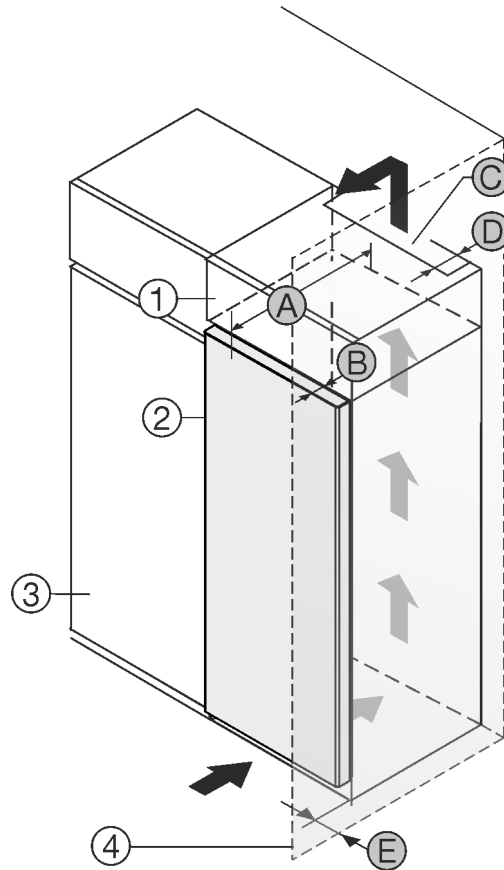

Fig. 1
Aparat lahko postavite neposredno ob kuhinjsko omaro Fig. 1 (3)\*
Na zadnji strani nadgradne omare mora biti zaradi prezračevanja in odzračevanja po vsej širini nadgradne omare prezračevalni jašek globine Fig. 1 (D)\*
Pod stropom je treba upoštevati presek prezračevanja Fig. 1 (C)\*
Če aparat postavite s tečajji ob steni Fig. 1 (4), mora razdalja med aparatom in steno znašati vsaj 13 mm \*
Da lahko vrata povsem odprete, mora aparat štrleti ven vsaj za globino vrat Fig. 1 (B) glede na sprednji del kuhinjske omarice. Odvisno od globine kuhinjskih omaric Fig. 1 (3) in uporabe stenskih distančnikov lahko aparat štrli bolj ven.\*